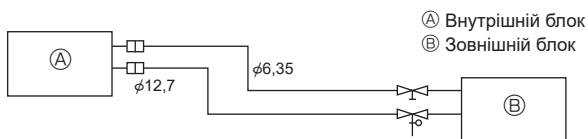

Fig. 5-2
(1) У таблиці нижче наведено технічні характеристики доступних у продажі труб. (Fig. 5-2)